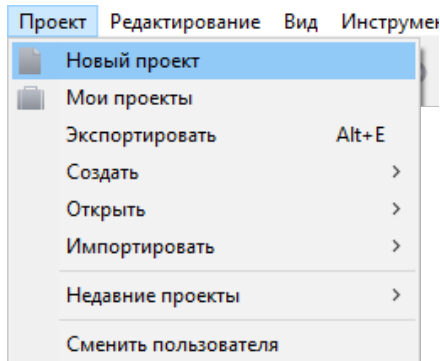

Рис. 39: Создание нового проекта через выпадающее меню Проект
1. Для создания нового проекта нажмите кнопку  **Новый проект** на панели инструментов или выберите пункт главного меню **Проект > Новый проект** (рис. 39).